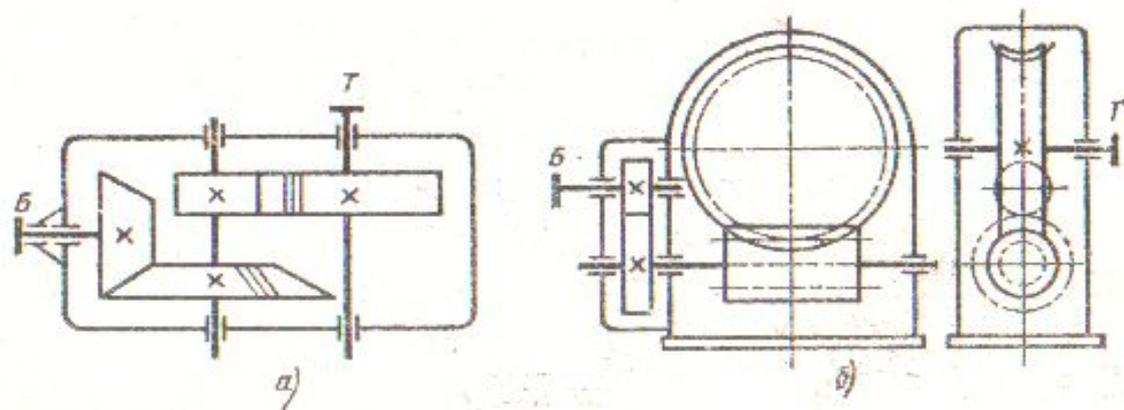

Рис.10
- **в). Комбинированные редукторы.** К этому типу редукторов относятся редукторы с различным сочетанием передач (рис.10) Отличной особенностью комбинированных редукторов является их широкий диапазон передаточных отношений и компоновок, т.е. расположение осей валов в пространстве. На рис.10 представлены следующие схемы редукторов: а – коническо-цилиндрические; б – зубчато-червячного